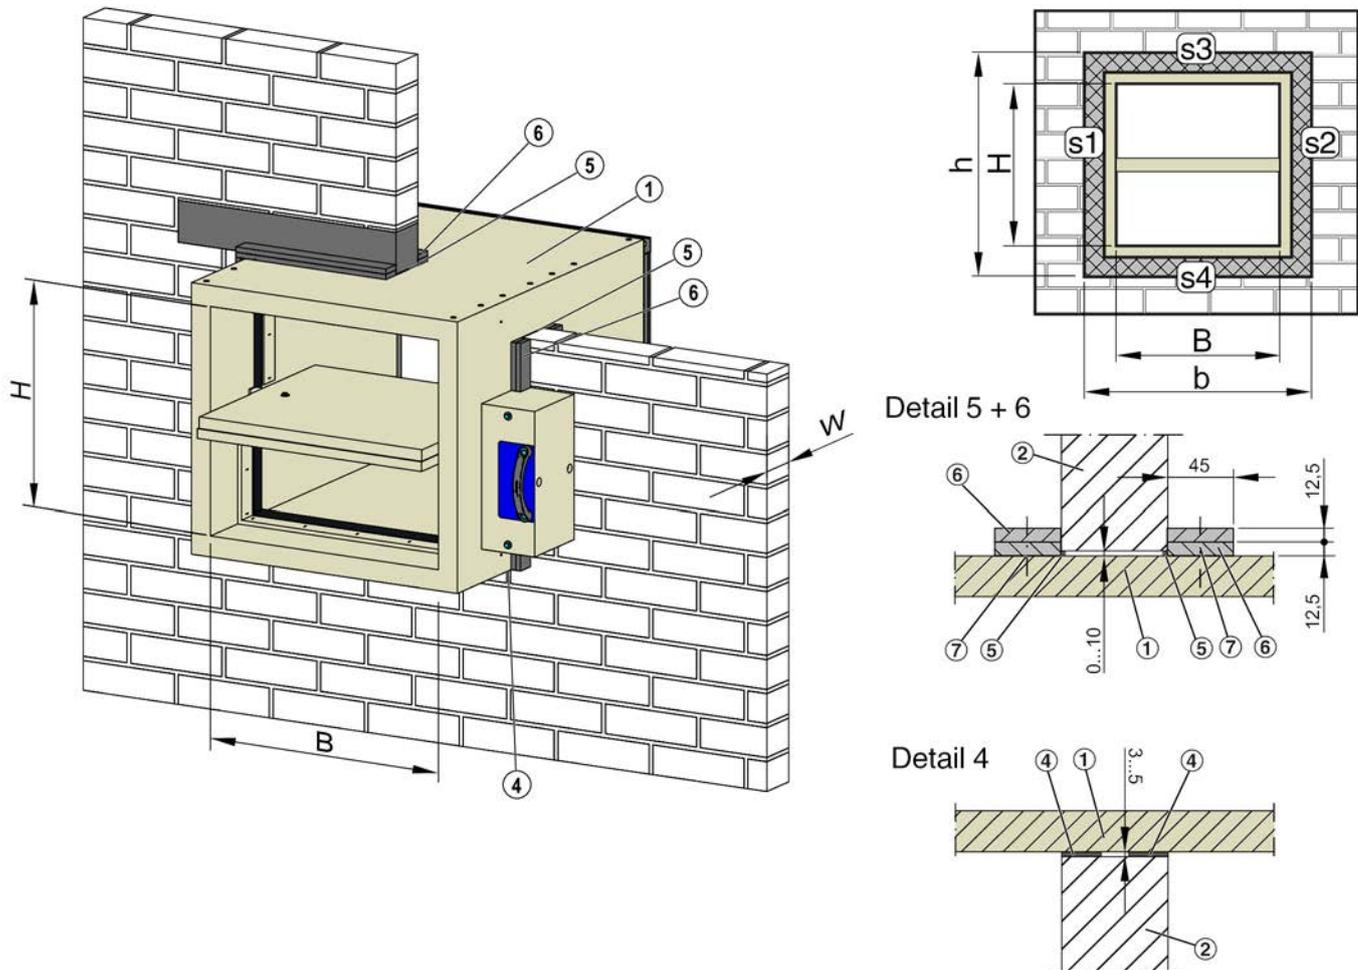

Fig. 12: Montage à sec sans mortier dans un mur plein, variante de montage b, indice de classification : v_{ew}
1. ► Créer une ouverture de montage conformément à Voir la Fig. 12 .